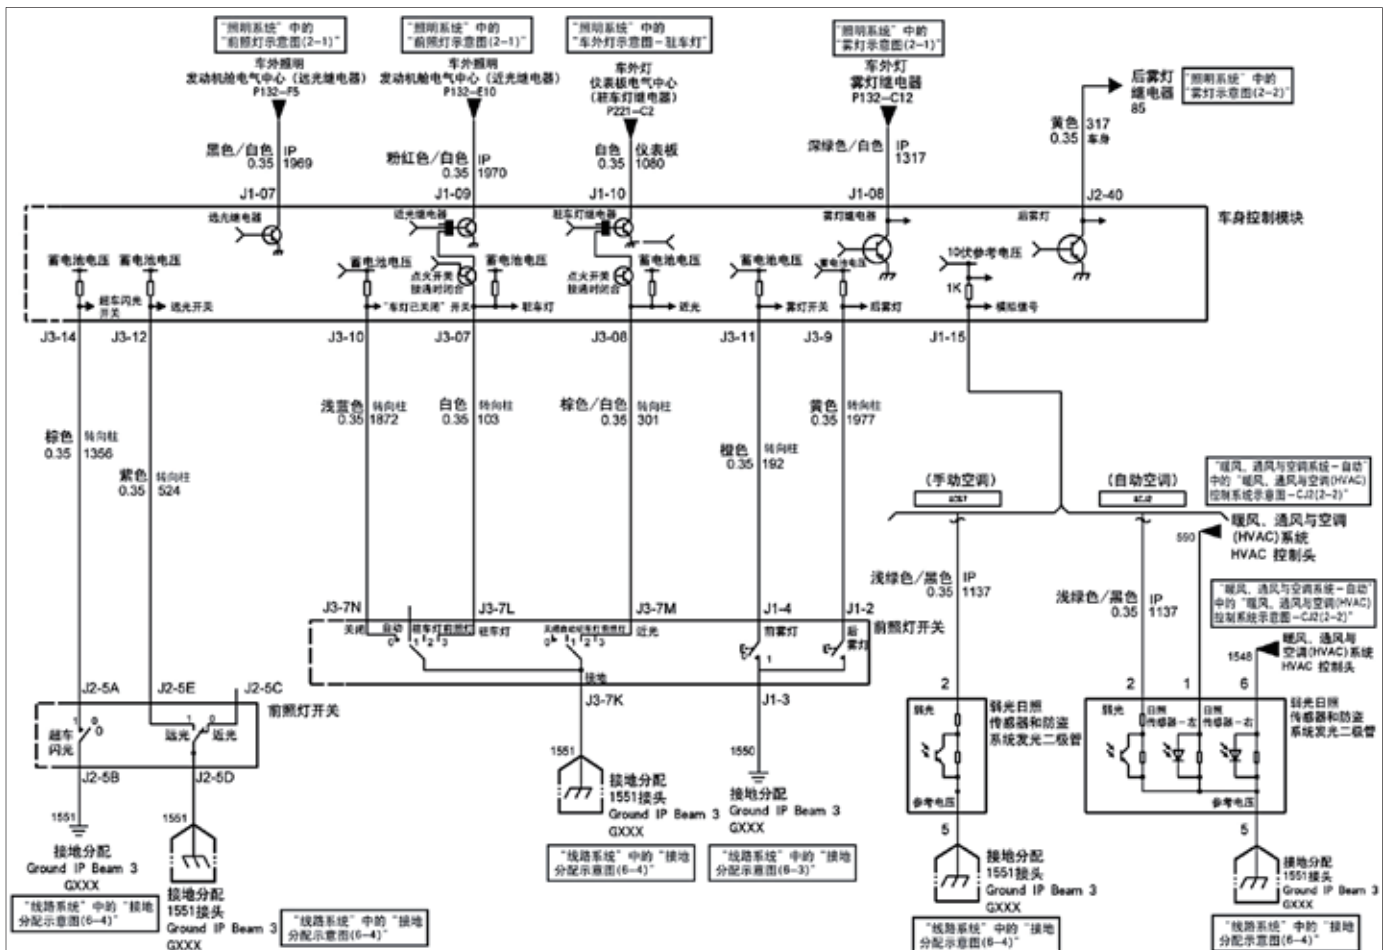

图1 君越照明系统电路图
**故障诊断与排除:** 首先查阅该车电路图(图1), 发现此车的近光灯是通过车身控制模块控制的, 连接TECH2-WIN诊断仪